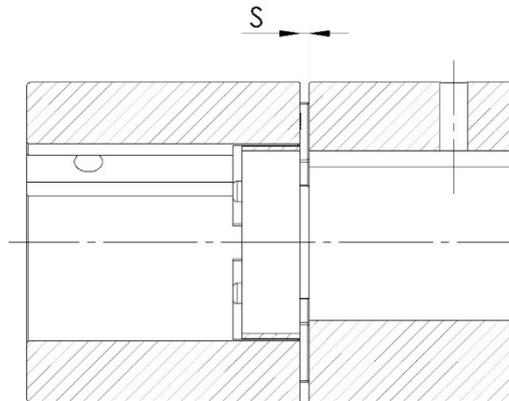

Fig.5
3. Procedere quindi all'avvicinamento dei due semi-giunti posizionando il secondo mozzo in modo tale che la quota S rispetti i valori in tabella 1, variabili a seconda della taglia del giunto (fig.5)